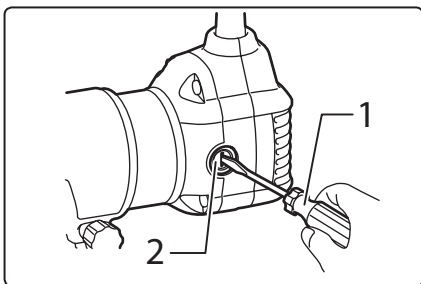

Abb. 29
- Wenn während des Gerätebetriebes Funkenbildung im Gerät sichtbar ist oder wenn dieses unregelmäßig läuft, überprüfen Sie den Verschleiß der Kohlebürsten, die Sie nach Abschrauben des Gehäuses auf dem Motor in ihren Halterungen finden (siehe Abb. 29). Um den Zustand der Kohlebürsten zu überprüfen, müssen die Bürsten aus den Kohlebürsten entfernt werden.